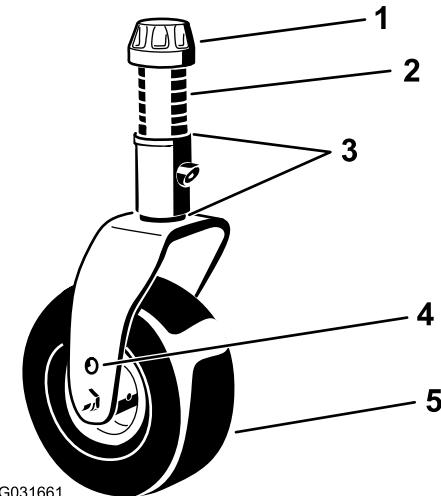
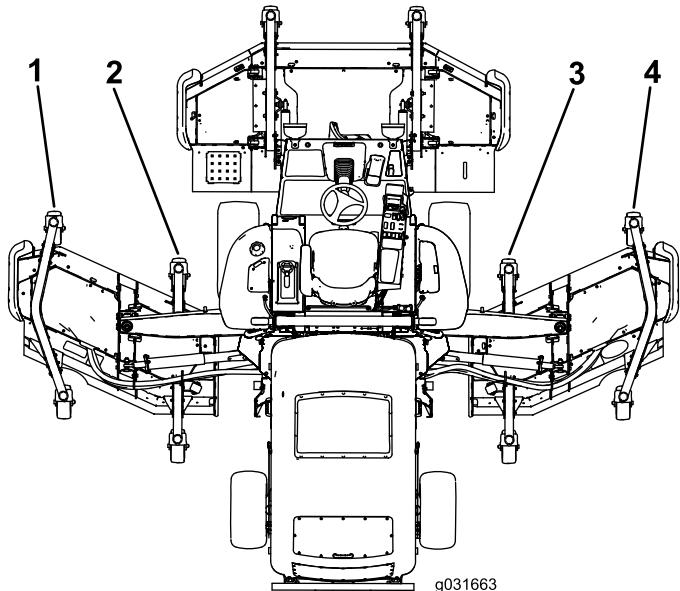

Bild 31
Bild 32
5. Entfernen Sie, wenn die innere Schnittkante des Seitenmähwerks im Verhältnis zur äußeren Kante des Frontmähwerks zu hoch ist, eine Beilagscheibe von der Unterseite des vorderen inneren Laufradarms am Seitenmähwerk (Bild 31 und Bild 32).
6. Wenn die Innenkante weiterhin zu hoch ist, entfernen Sie eine weitere Beilagscheibe von der Unterseite des vorderen inneren Laufradarms des Seitenmähwerks und eine Beilagscheibe vom vorderen äußeren Laufradarm des Seitenmähwerks (Bild 31 und Bild 32).
7. Fügen Sie, wenn die innere Schnittkante des Seitenmähwerks im Verhältnis zur äußeren Kante des Frontmähwerks zu tief ist, eine Beilagscheibe (1/8 Zoll) auf der Unterseite des vorderen inneren Laufradarms am Seitenmähwerk hinzu (Bild 31 und Bild 32).